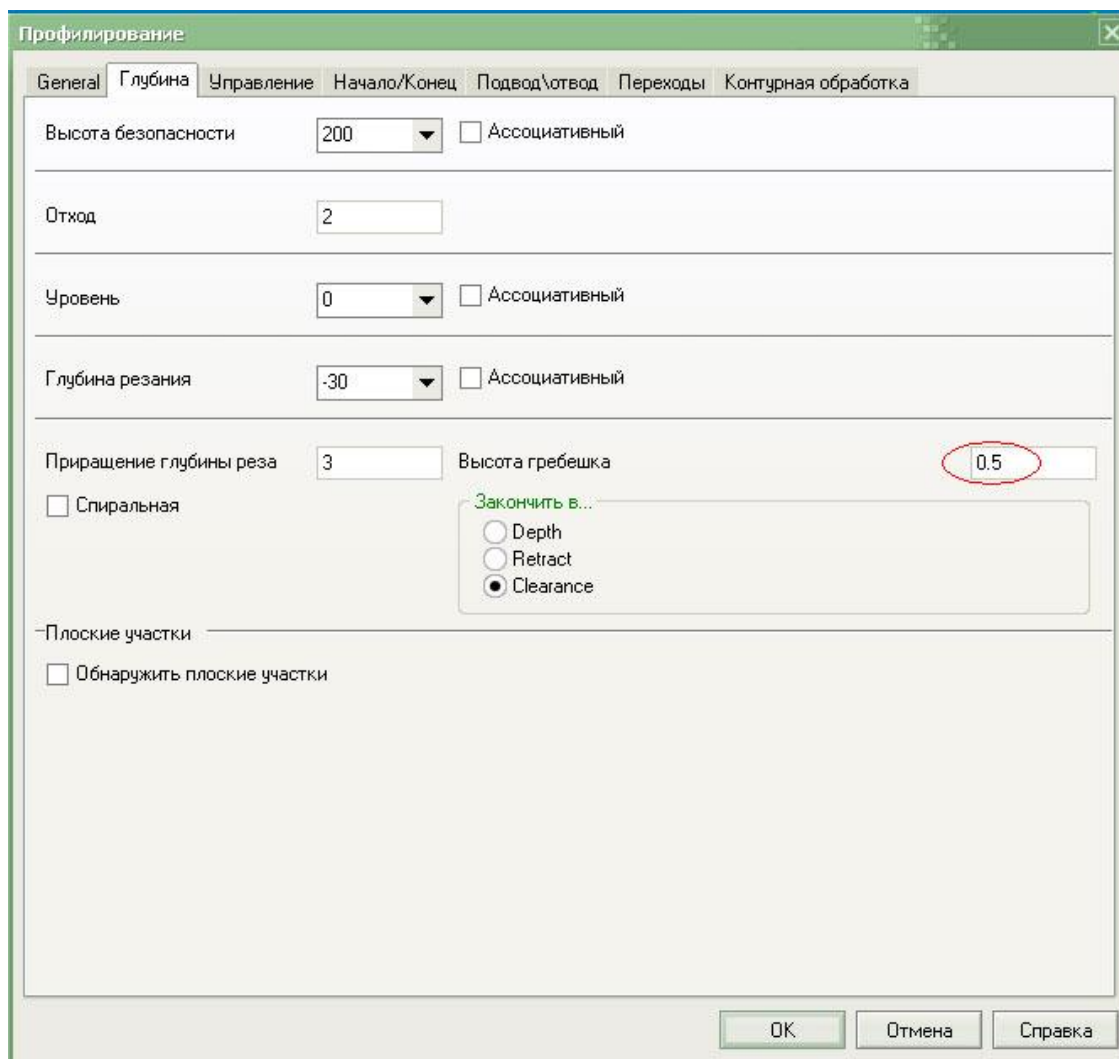

Рис. 10. Edgesat. Обработка 3D кармана с использованием функции контроля высоты гребешка.
6. Теперь отредактируем цикл «Профилирование», поставив высоту гребешка равную 0,5мм (рис.10), при этом оставив приращение глубины резания 3мм.